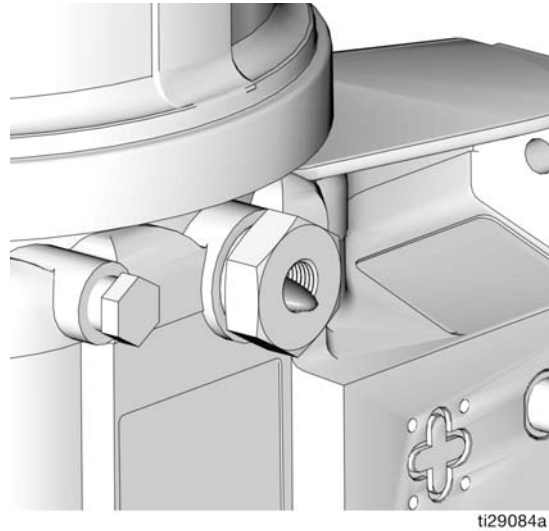

ABB. 27
2. Betreiben Sie die Pumpe nur solange, bis luftfreies Schmiermittel aus den Fitting des Elements austritt (ABB. 27).